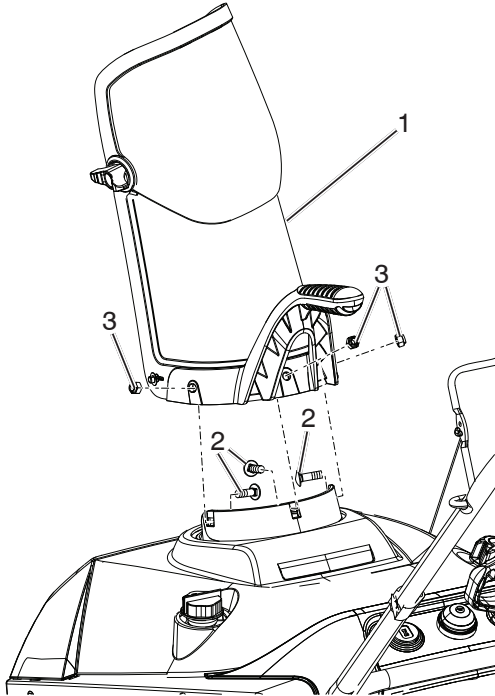

Figure 26
3. Déposer la goulotte de décharge et la poignée de la goulotte de décharge en retirant les trois boulons de châssis et les trois écrous à embase (Figure 26).
17. Poser la goulotte de décharge et la poignée de la goulotte de décharge sur la souffluse à neige en remplaçant les pièces de fixation déposées à l'étape 3 (Figure 26).